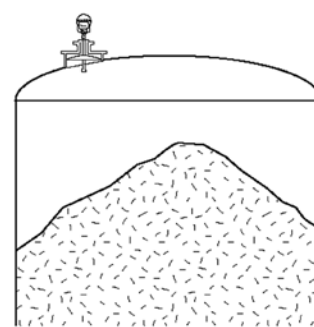

Рис. 11.
**Пример 5 (рис.11).** Уровнемеры 5600 широко используются для измерений уровня твердых и сыпучих материалов, обладающих чрезвычайно малой диэлектрической постоянной, и, соответственно, малым коэффициентом отражения радарных импульсов, таких как цемент. Подобное применение требует использования антенны, обеспечивающей наибольшую чувствительность и позволяющей улавливать и распознавать слабые эхо-сигналы (параболическая антенна 18").